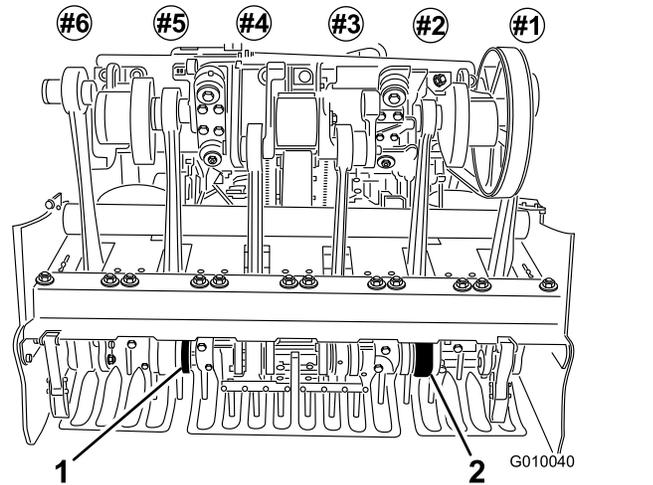

Bild 26
6. Setzen Sie Tines in den zweiten und fünften Tines-Halter ein (Bild 26). Ziehen Sie die Schrauben fest.